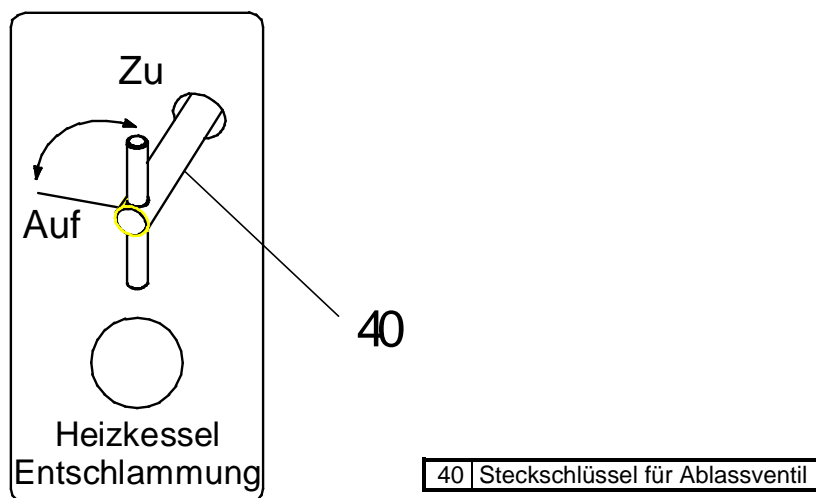

Abb. 7 Steckschlüssel
11. Ablassventil mit dem Schlüssel (40) öffnen, siehe Abb. 7, um den Heizkessel vollständig zu entleeren.